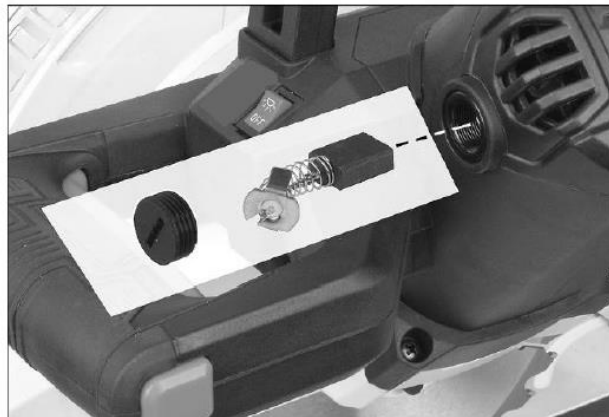

Рисунок 33
2. Снимите колпачок щетки шлицевой отверткой. См. Рис. 33.